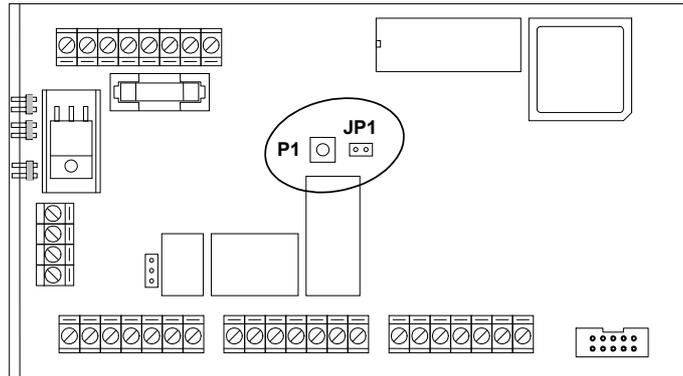

Fig. 1: Scheda base a microprocessore della centrale
- b) inserire il jumper di configurazione JP1 (vedi fig.1) sulla scheda base a microprocessore;